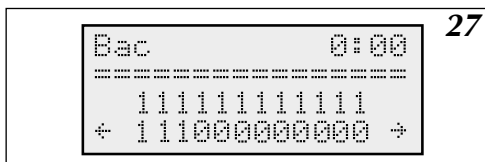

Figure 27 Page bac dans programme diurne
- ballon d'e.c.s. (1) Programme diurne.
- ballon d'e.c.s. (2) Température actuelle et possibilité de réglage de la température, ou état du thermostat.
- Page (a) (fig. 27) programme diurne identique que le programme de la pompe e.c.s. (Voir „Pompe e.c.s.”).